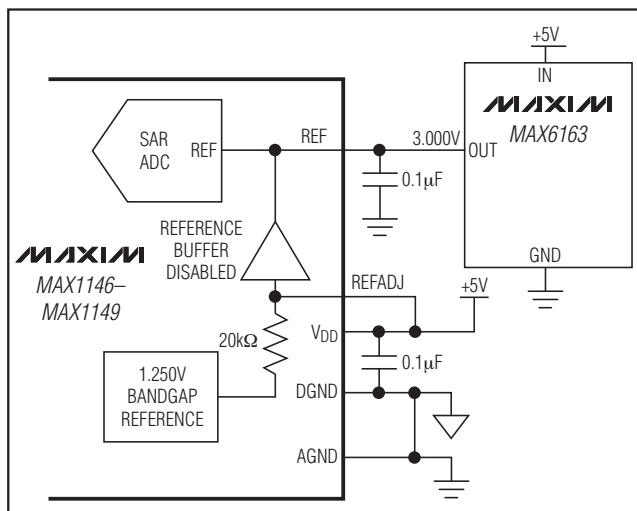

图12. 外部基准连至REF
- 1) 将 REFADJ 连接至 V_{DD} ，禁止内部基准缓冲，REF 接外部基准(图 12)。